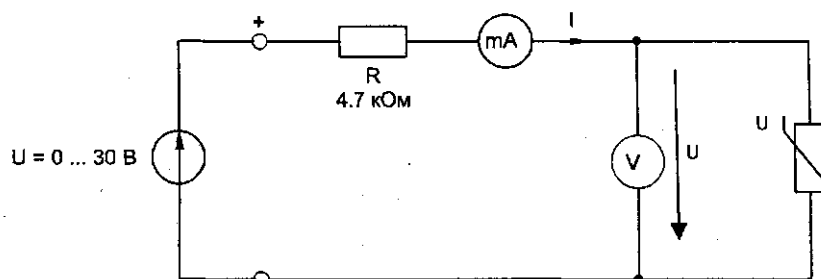

Рис. 4.5.1
- Соберите электрическую цепь согласно схеме (рис. 4.5.1) и измерьте токи в варисторе при напряжениях, указанных в табл. 4.5.1..